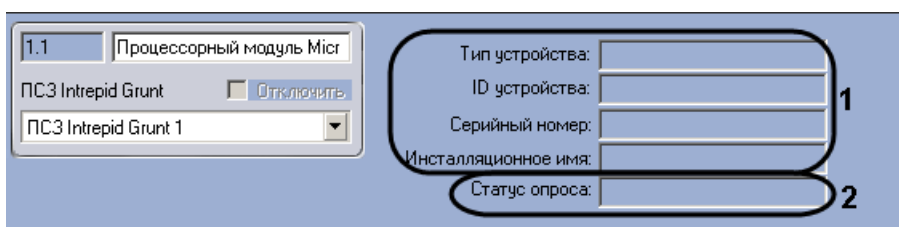

Рис. 3.3—3 Информация о процессорном модуле *Microtrack*
2. Просмотреть информацию о подключенном процессорном модуле: тип, ID, серийный номер, инсталляционное имя (см. Рис. 3.3—3, 1).